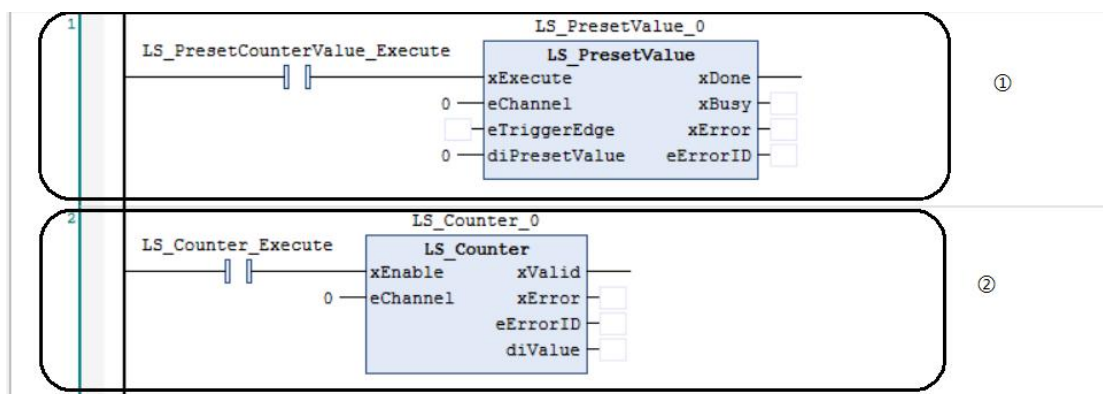

图 10.20 计数器预置功能块及计数器计数功能块
3) 编写计数器预置及计数器计数功能块，如图 10.20。
- ① 计数器预置功能块（清零则可预置“0”，清零与预置值功能使用方式一致，只是预置值的不同）
- ② 计数器计数功能块